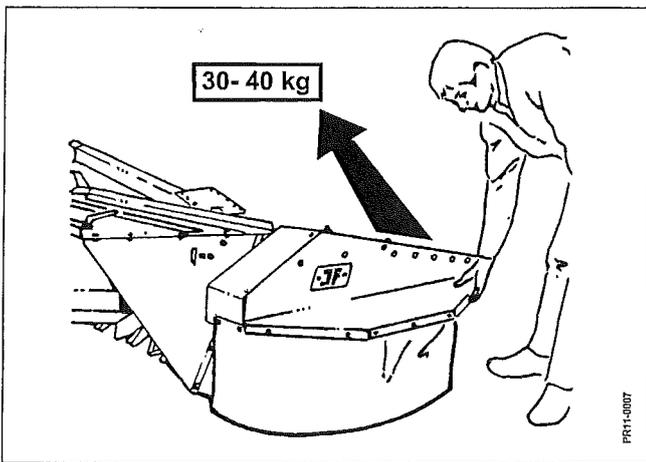

Fig. 3-17
- Fig. 3-17 Die Entlastung der Maschine ist vor dem Einsatz zu prüfen. Die Einstellung der Feder wird am einfachsten gemessen, indem die rechte Seite des Schneidwerks gehoben wird, und evtl. mit einer Federwaage geprüft werden kann. Die Entlastung muß hier so eingestellt sein, daß die Maschine mit einer Kraft von 30-40 kg gehoben wird.